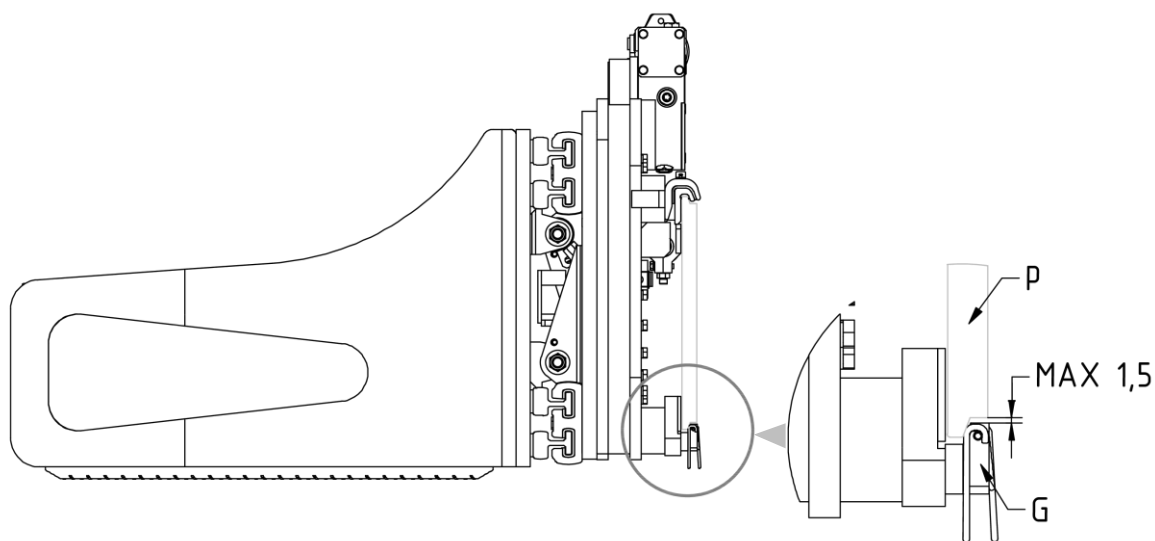

Figura 9
8. Atornillar los dos ganchos inferiores **G** para que su cuerpo quede enganchado debajo a la placa porta horquillas **P** (con un juego máximo de 1,5 mm, mira *Figura 9*), apretando con el par de apriete indicado en la *Tabla 4*.
3. Verificar la holgura entre la parte inferior de la plancha porta horquillas y los ganchos inferiores del implemento, verificando que sea como se indica en *Figura 4* (pag.12) y en *Figura 9* (pag.16) y, si es necesario, intervenir en el apriete de los tornillos que los sostienen.